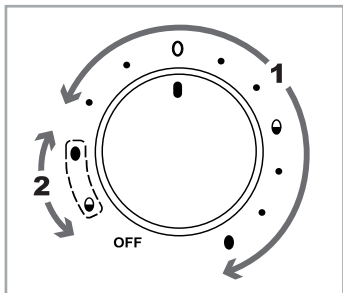

Fig. 1
- 1) Rode o regulador rotativo **10** para a posição que corresponde ao grau de cozedura dos ovos pretendido. Utilize o intervalo de regulação "1" (ver fig. 1) com os símbolos e os respetivos pontos à frente:
Para a primeira cozedura, utilize o intervalo de regulação "1" com os símbolos e os respetivos pontos à frente. Para a segunda cozedura, utilize o intervalo de regulação "2" com os símbolos com o tracejado (ver fig. 1).
- 2) Coloque o regulador rotativo 10 na posição correspondente ao grau de dureza menor (intervalo de regulação "1", ver fig. 1). A luz de controlo 9 acende-se e a cozedura é iniciada.
- 4) Retire então a tampa ❸ e retire cuidadosamente a quantidade de ovos que devem ficar cozidos com o grau de dureza menor.
- 5) Volte a colocar a tampa ❸ e coloque o regulador rotativo ❶ na posição dos símbolos com o tracejado (intervalo de regulação "2", ver fig. 1), que correspondem ao grau de cozedura pretendido para os ovos que ficaram no aparelho: